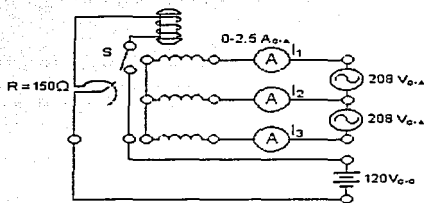

Figura 6
- Conectar el circuito de la figura 6.